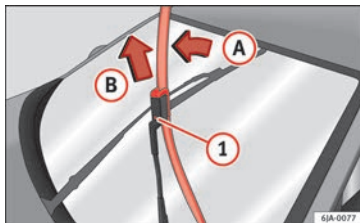

Abb. 70 Wischerblätter für die Frontscheibe
- Klappen Sie den Scheibenwischerarm von der Scheibe ab, wobei Sie das Wischerblatt leicht in Richtung des Arms bewegen – Pfeil **A** »» **Abb. 70**.